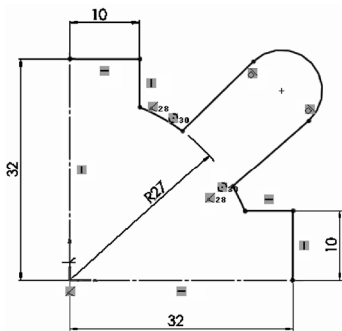

图 2-105 裁剪图形
6) 裁剪图形。单击“草图”控制面板中的  (裁剪实体) 按钮, 修剪多余圆弧, 裁剪图形如图 2-105 所示。